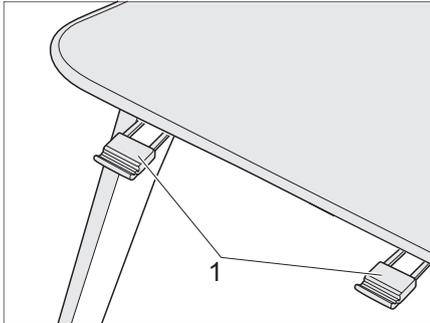

Bild 10 Tisch mit Eihängestücke
- ▶ Am Tisch die Eihängestücke (Bild 10,1) ausklappen und einrasten.
- ▶ Eihängestücke (Bild 10,1) unter den Tisch klappen.